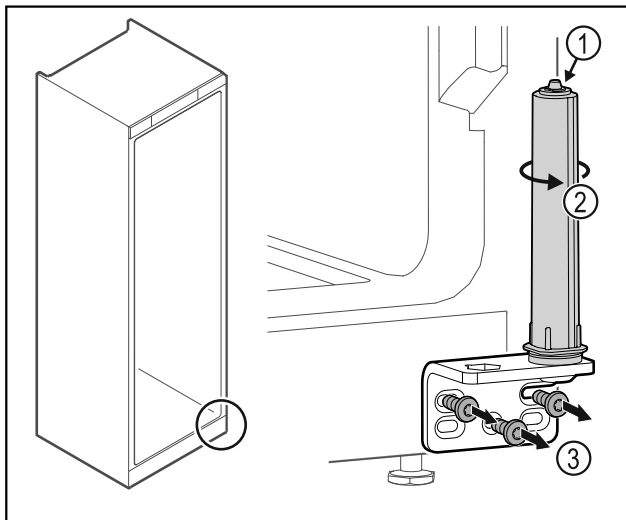

Fig. 29
- Ne pas désassembler le système de fermeture de la porte Fig. 29 (1).
- Tourner le système de fermeture Fig. 29 (2) jusqu'à entendre un clic.
- Dévisser l'équerre de la charnière Fig. 29 (3).